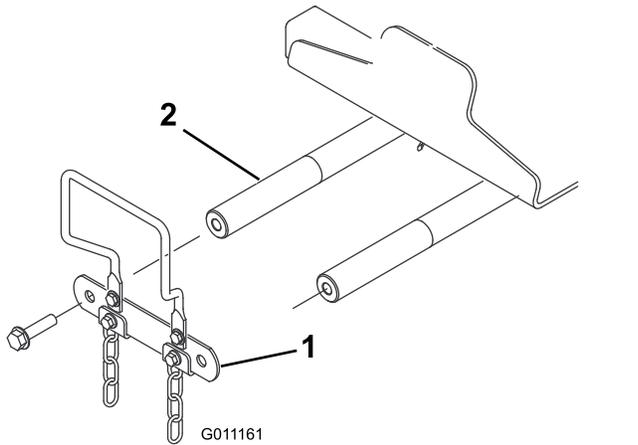

Figure 10
- À l'avant de la machine, retirez les 2 vis à embase ($\frac{1}{2}$ " x 2") qui fixent la biellette d'axes de pivot aux axes de pivot des bras de levage, et déposez la biellette (Figure 10).